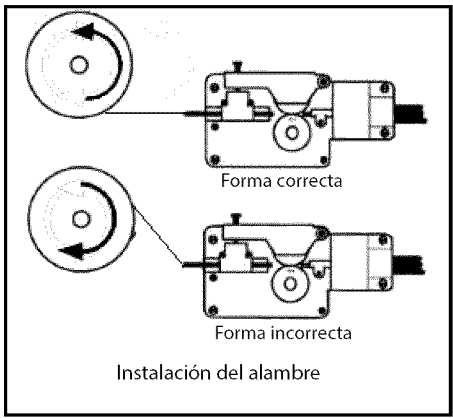
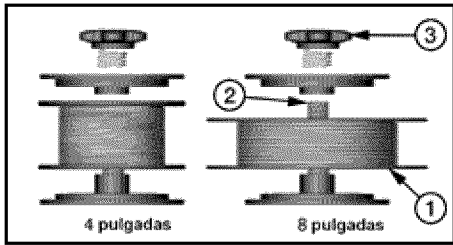

Fig. 4
Fig. 5
2.4 Coloque la bobina (Fig. 5, 1) en el eje de la bobina (Fig. 5, 2) para que el alambre salga de la parte inferior de la bobina. El alambre de soldadura siempre debe salir de la parte inferior de la bobina e ingresar al mecanismo de impulsión. (Fig. 4)
2.5 La soldadora puede utilizar bobinas de 4 u 8 pulgadas. Consulte la Figura 5 para obtener referencias adicionales. La tuerca de mariposa (Fig. 5, 3) se utiliza para ajustar la bobina al eje de la bobina, y controla la tensión de la bobina.